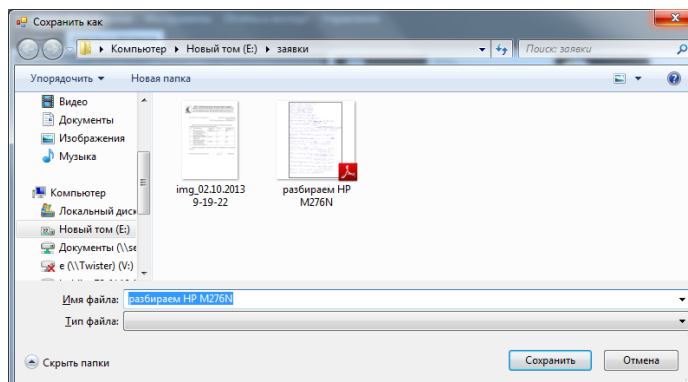

Рисунок 106
- В открывшемся окне (Рис. 106)